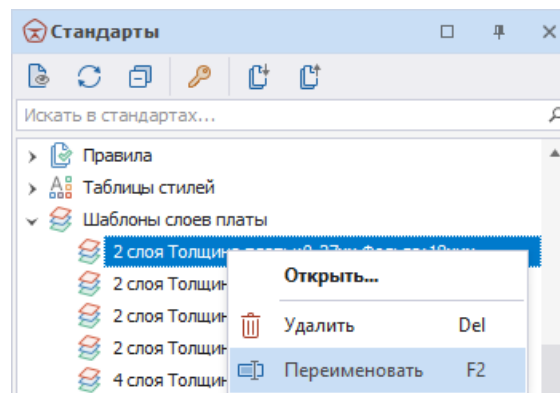

Рис. 116 Вызов функции переименования шаблона слоев платы
1. Выберите шаблон в дереве узла «Шаблоны слоев платы», вызовите контекстное меню и выберите пункт «Переименовать» (см. Рис. 116), либо воспользуйтесь горячей клавишей F2.